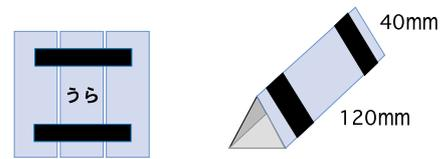

図7
(2) アクリル鏡を3枚並べて, ビニールテープでとめて三角筒を作る。(図7)